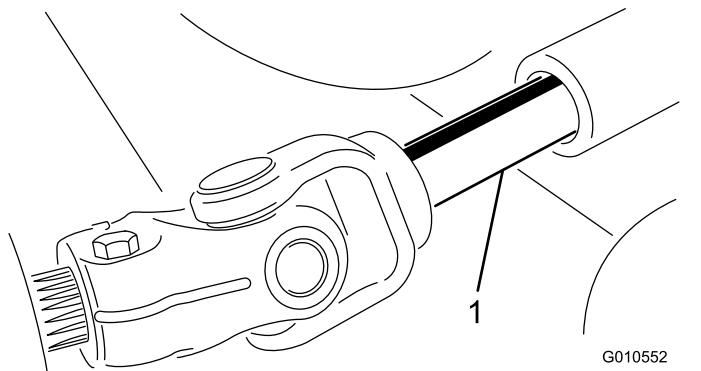

Bild 20
4. Rollen Sie die Schneideeinheit von der Zugmaschine weg, trennen Sie die Außen- und Innengewindeteile der Zapfwelle (Bild 20).